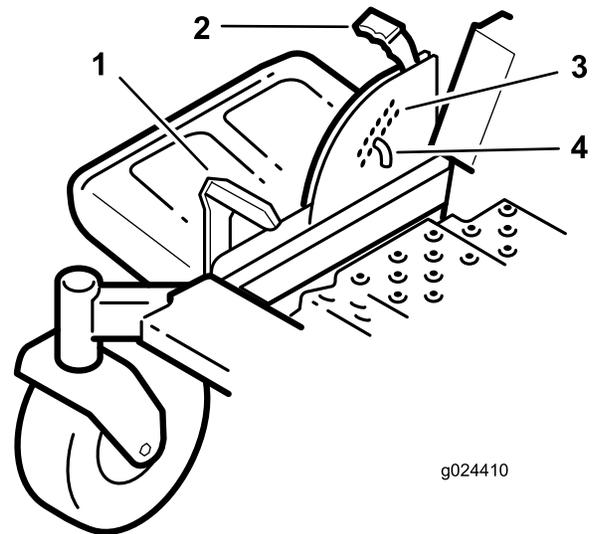

Figura 22
1. Pise el pedal de elevación de la carcasa y eleve la carcasa a la posición de bloqueo de transporte (que es también la posición de altura de corte de 114 mm (4-1/2 pulgadas) (**Figura 22**).
2. Para ajustar la altura de corte, retire el pasador del soporte de altura de corte (**Figura 22**).
3. Seleccione el taladro del sistema de altura de corte que corresponde a la altura de corte deseada, e inserte el pasador (**Figura 22**).